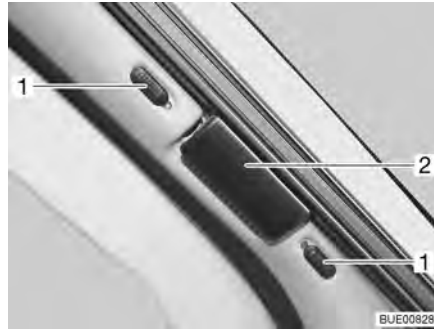
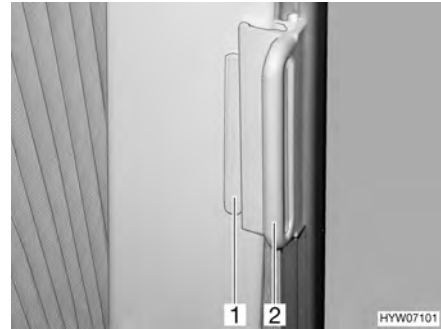

Fig. 71 Estor plegable para la luna delantera
Fig. 72 Estores plegables para la ventana del conductor y del acompañante
- En el estor plegable para la luna delantera, empujar los botones de bloqueo (Fig. 71,1) hacia arriba o hacia abajo. Cuando se vea el punto rojo, estará abierto el bloqueo.
- Coger los estores plegables por el tirador (Fig. 71,2 y Fig. 72,2) y cerrarlos cuidadosamente hasta que el cierre magnético lo mantenga en esta posición.
- En los estores plegables para la ventana del conductor y la ventana del acompañante, empujar el tirador (Fig. 72,2) sobre la pieza sobrepuesta (Fig. 72,1). El estor plegable queda asegurado.